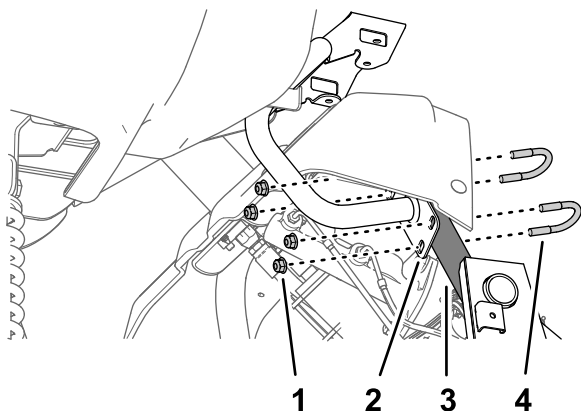

Figura 162
3. Montate la piastra del supporto del monitor sul tubo di supporto dello chasis della macchina (Figura 162) con i 2 bulloni a U e i 4 dadi di bloccaggio (5/16").